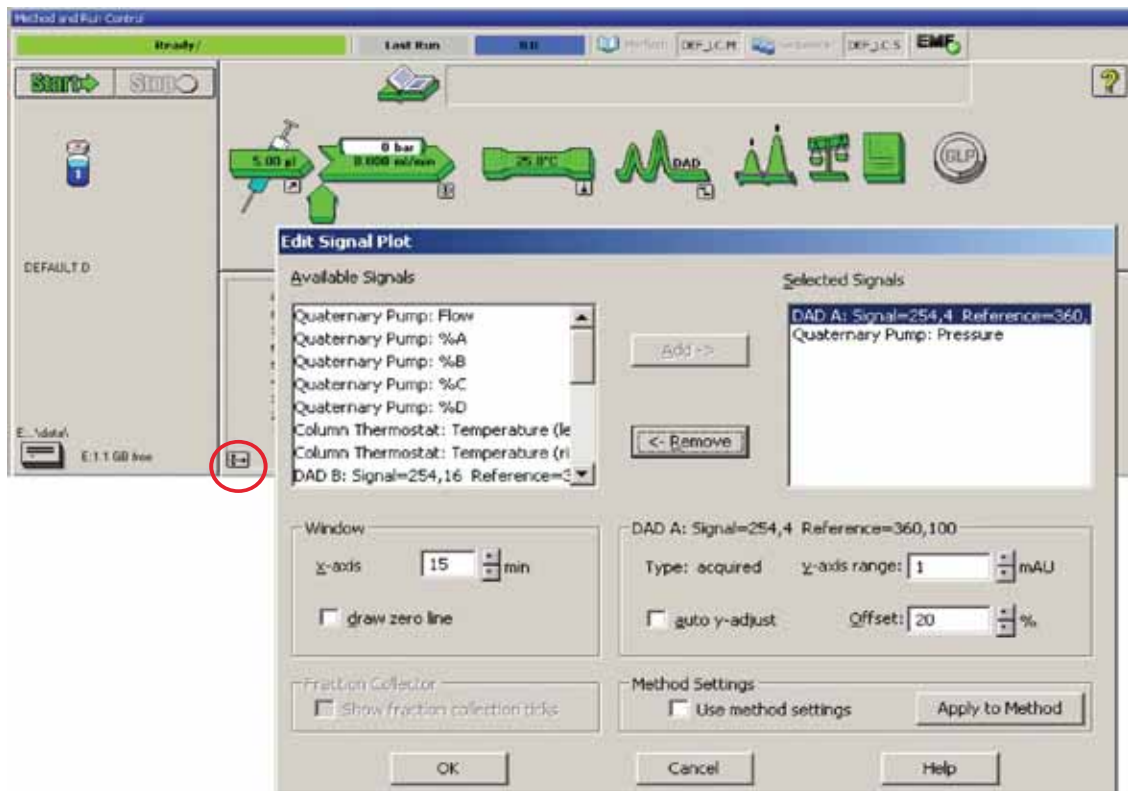

図 39 シグナルプロットの編集ウィンドウ
- 9 モジュールアイコン（下図を参照してください）をクリックして、これらのモジュールの【設定】を開きます。77 ページ 図 39 には検出器設定が表示されます（この時点では検出器パラメータを変更しないでください）。